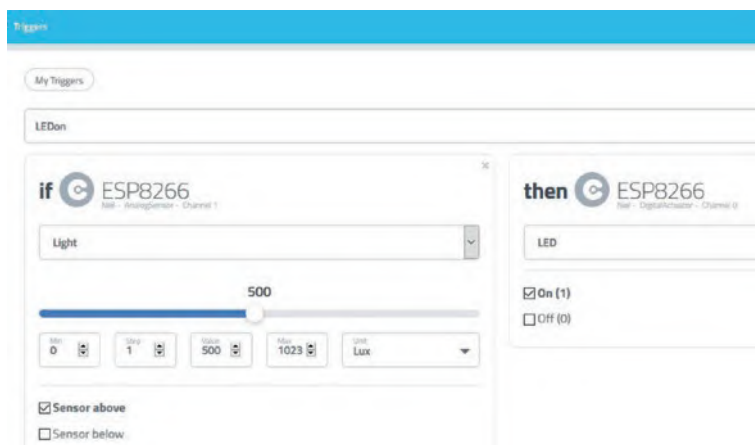
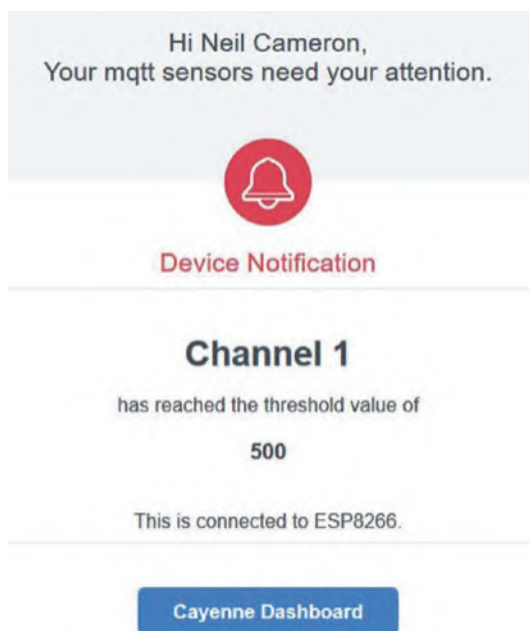

Рисунок 8-8. Cayenne IFTTT-триггер
Рисунок 8-9. Сообщение Cayenne IFTTT
6. Выберите действие, например управление светодиодом (*LED* на рис. 8-8), и установите либо *On(1)*, либо *Off(0)*.
На рис. 8-8 показана функция-триггер IFTTT для включения светодиодного виджета на виртуальном канале 0, когда интенсивность света на виртуальном канале 1 превышает пороговое значение 500. Второй и третий триггеры IFTTT отправляют электронное письмо или текстовое уведомление и выключают виджет сигнализации на виртуальном канале 3, когда включается светодиодный виджет. На рис. 8-9 показано соответствующее уведомление по электронной почте, посланное IFTTT.